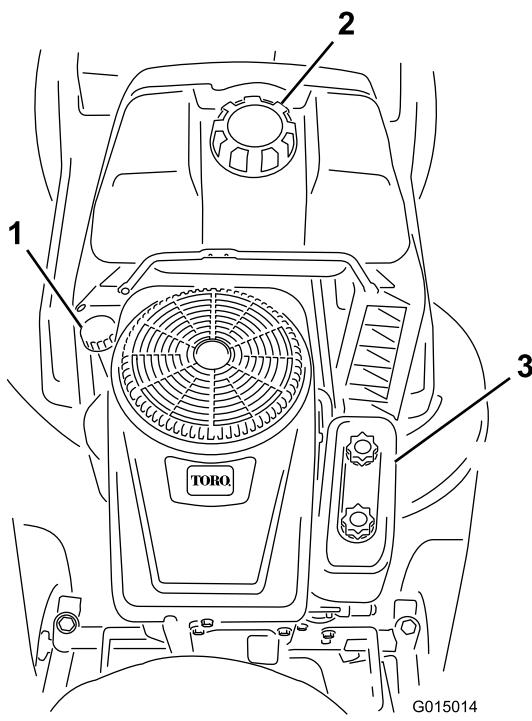

Figure 17
5. Nettoyez la surface autour de la jauge d'huile (Figure 17) pour éviter que des impuretés ne s'introduisent dans le goulot de remplissage, ce qui risquerait d'endommager le moteur.
- Versez lentement environ 80 % de la quantité d'huile spécifiée dans l'orifice de remplissage (Figure 17). Contrôlez le niveau d'huile (voir les points 6 et 7 de la rubrique Contrôle du niveau d'huile).